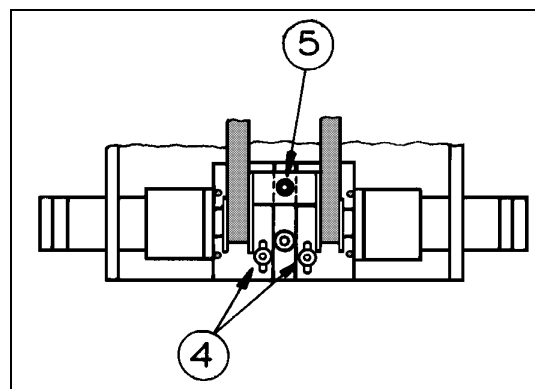

Figura 18: Ajuste de correas de la base del robot
- La Figura 18 muestra como apretar las dos correas en la base de robot que mueven los ejes de la pinza. Primero, afloje el tornillo (5), y después afloje uno o ambos tornillos (4). Entonces, para apretar las correas, simultáneamente tire del motor apropiado y ajuste a los dos tornillos. Finalmente, reajuste el tornillo 5.